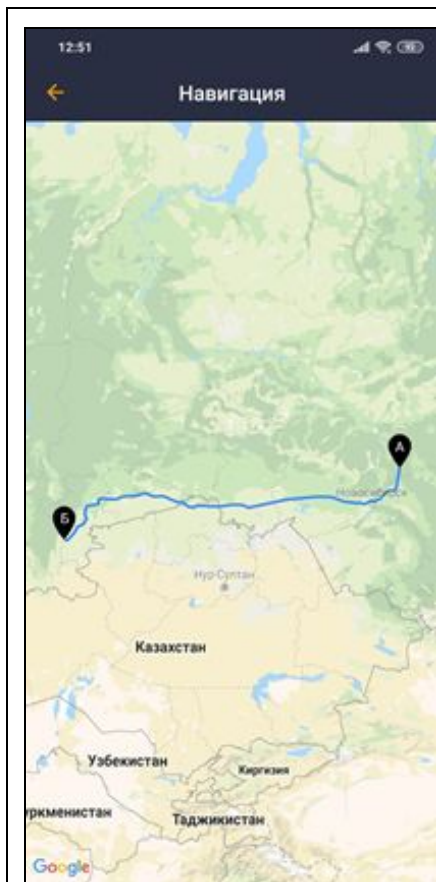
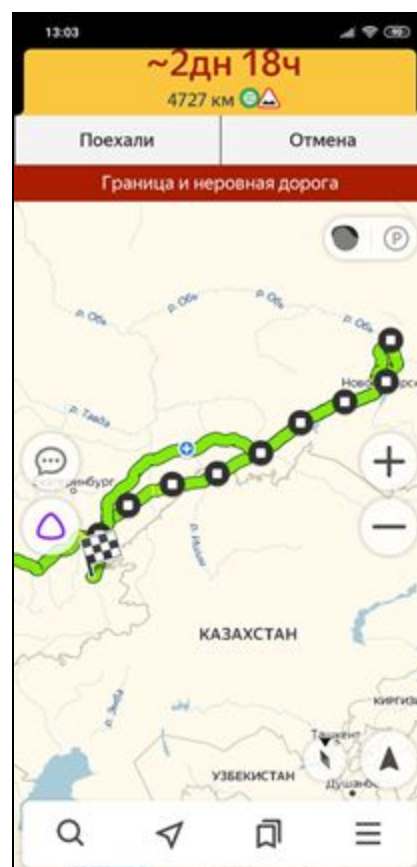

Рисунок 10
Рисунок 11
Водитель может посмотреть маршрут, проложенный логистом, в приложении (рисунок 10), в Яндекс.Навигаторе (рисунок 11), в Google Карты (12).